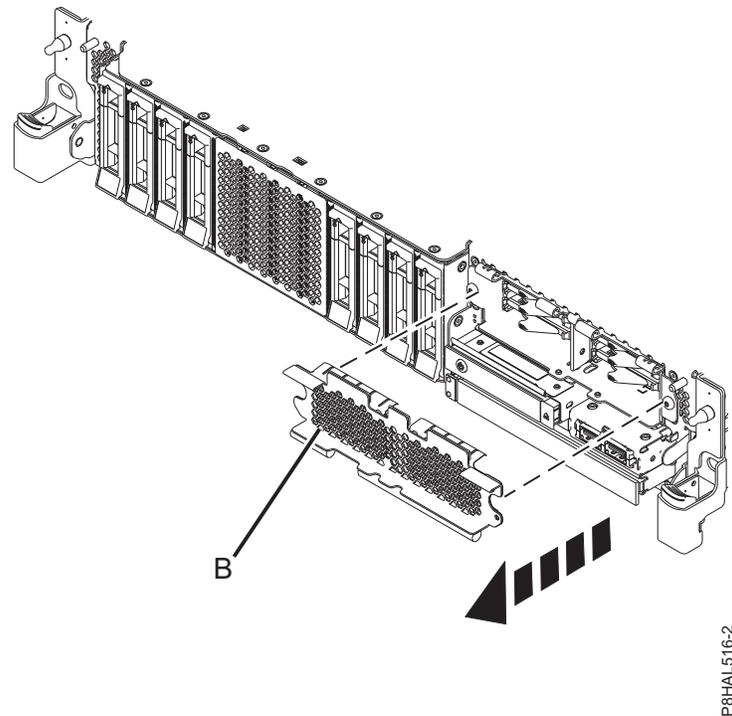

Abbildung 64. SSD-Gehäuseabdeckung für den Zugriff auf die SSD-Steckplätze in einem System mit erweiterten Funktionen abheben
12. Um auf die SSD-Steckplätze zuzugreifen, heben Sie die perforierte Platte (**B**) ab, die das SSD-Gehäuse abdeckt, wie in Abb. 64 auf Seite 71 dargestellt.